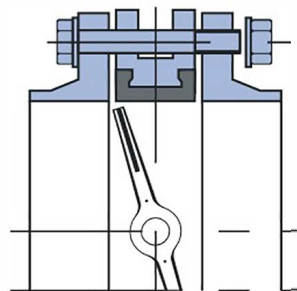

Рис. 4
5) Перед началом монтажа диск поворотного затвора необходимо немного приоткрыть, но так, чтобы диск не выходил за корпус дискового поворотного затвора (рис. 4).